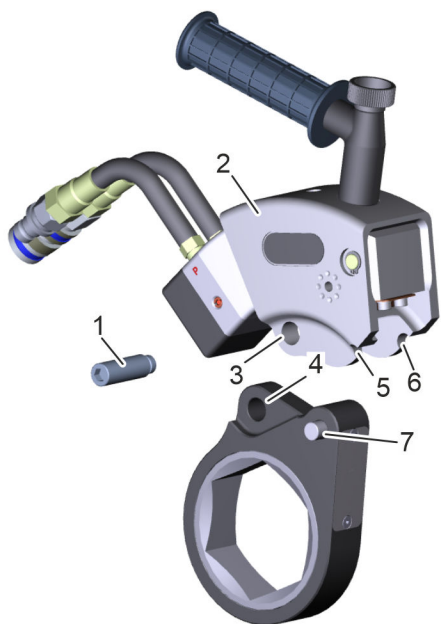

Рис. 12: Соединение трещоточной головки с приводным узлом
7. ➔ Отпустить винт с внутренним шестигранником трещоточной головки (Рис. 12/1).
8. ➔ Вставить трещоточную головку с ее стопорным болтом (Рис. 12/7) в крепления (Рис. 12/5 и 6).
9. ➔ Отверстие в трещоточной головке (Рис. 12/4) и соединение «приводной узел – трещоточная головка (Рис. 12/3) выровнять относительно друг друга и закрепить винтом с внутренним шестигранником трещоточной головки (Рис. 12/1).